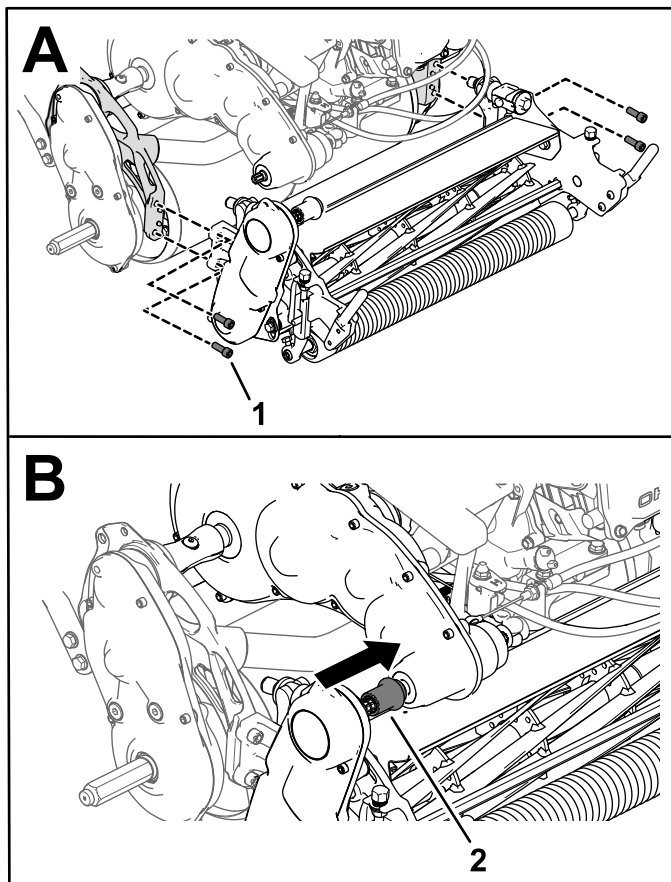

Figura 47
3. Utilice 4 tornillos allen para sujetar la unidad de corte al bastidor (Figura 47).
4. Deslice el acoplamiento de tracción de la unidad de corte sobre el árbol de la transmisión (Figura 47).